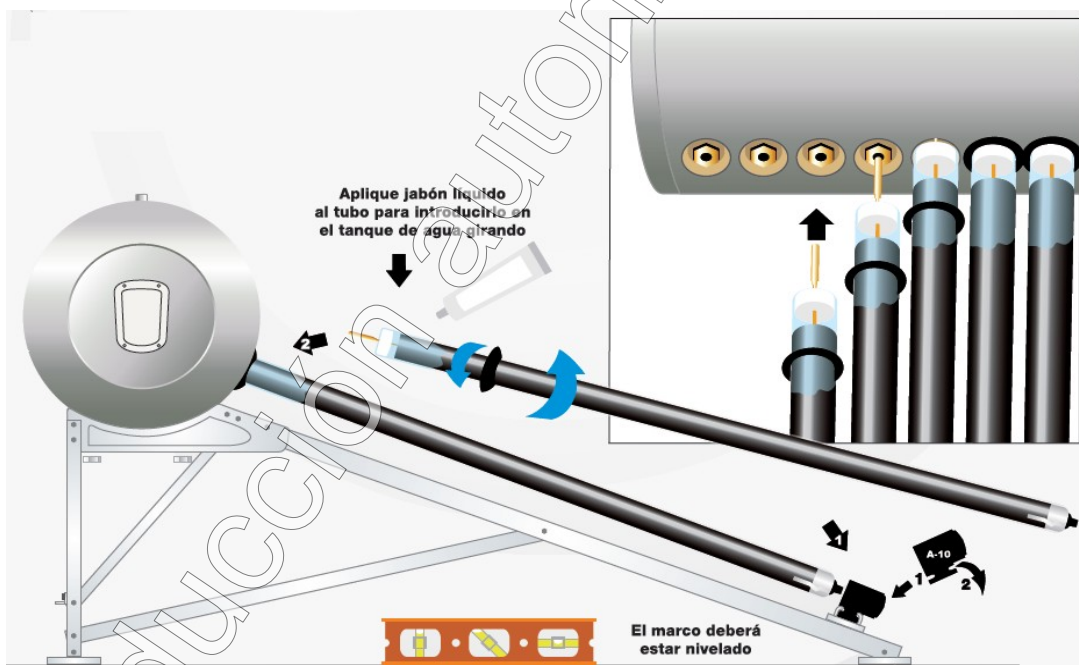

Figura 6 Colocación de tubos de vacío
- Poner los tubos de vacío con tubo de calor en la estructura de soporte y en el termotanque (ver figura 6). Aplicar jabón líquido al tubo para introducirlo en el termotanque girándolo.